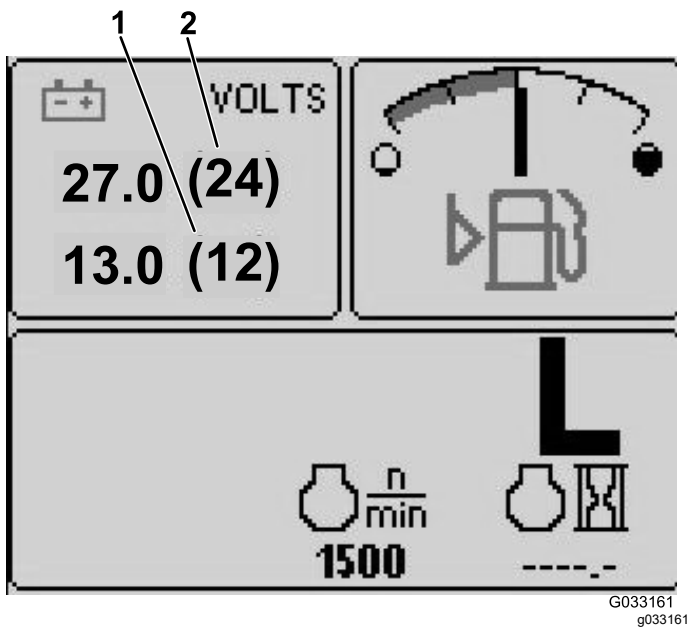

Figura 4
- Indicador de voltaje de la batería de 12 V— pantalla superior izquierda (Figura 4)
- Indicador de voltaje de la batería de 24 V— pantalla superior izquierda (Figura 4)
Muestra el voltaje de las baterías de 12 V y 24 V (Figura 4).